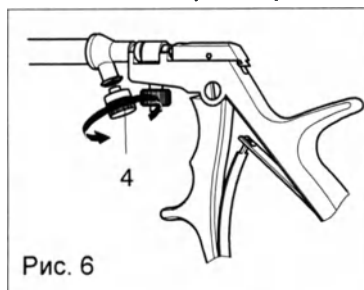

Рис. 6
- ◇ Отвинтите соединение Люэра (4). (Рис. 6)